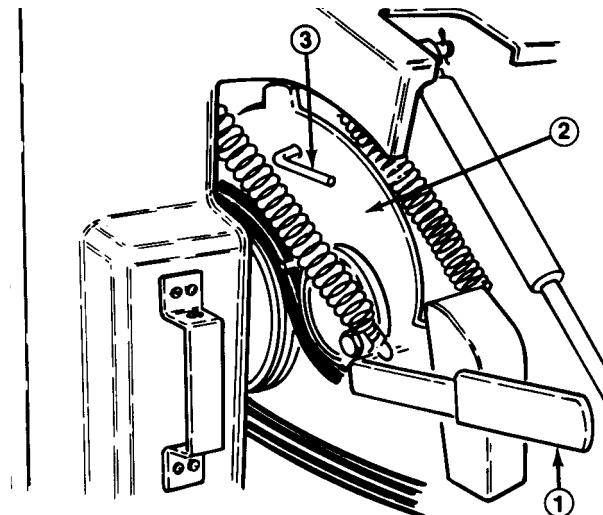

Figure 17
- C.** Appuyer sur le levier de neutralisation (Fig. 17) jusqu'à ce que les trous du support de la patte du levier se trouvent dans l'alignement des trous de la tête d'aération. Introduire ensuite la goupille dans les trous.
2. Abaisser le levier de neutralisation jusqu'à ce que les trous du support du levier soient dans l'alignement des trous de la tête d'aération, puis introduire la goupille dans les trous (Fig. 17).